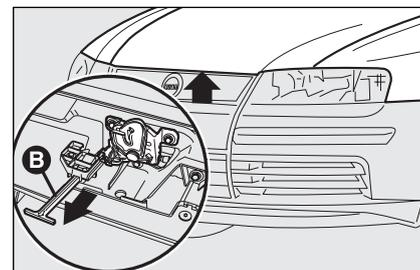

fig. 119
- tirare la levetta **B-fig. 119** e sollevare il cofano.